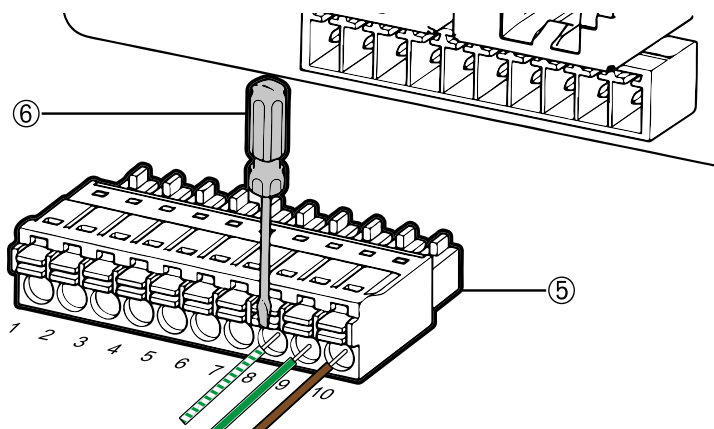

Fig. 2.12 - Cablaggio morsettieria
Nel caso di disponga di un software di diagnostica Pylontech (DB9, USB, RJ45), i PIN da 8 a 10 della morsetteria (5, Fig. 2.12) corrispondono ai PIN 3, 6 e 8 del connettore RJ45 (Tab. 2.7).
Nel caso di disponga di un nuovo strumento RS232 (DB9, USB), i PIN da 8 a 10 della morsetteria (5, Fig. 2.12) corrispondono ai PIN 2, 3 e 5 del connettore RS232 (Tab. 2.8).
- estrarre la morsetteria dalla sua sede (5, Fig. 2.12) per agevolare l'inserimento dei cavi.
- premendo con il dito o aiutandosi con un cacciavite (6, Fig. 2.12), aprire il contatto e inserire ogni terminale del cavo nel PIN corrispondente (fare riferimento a “Tab. 2.6 - Assegnazione PIN” a pagina 21): rilasciare per fissare il cavo al morsetto.
- reinserire la morsetteria (5, Fig. 2.12) nella propria sede;